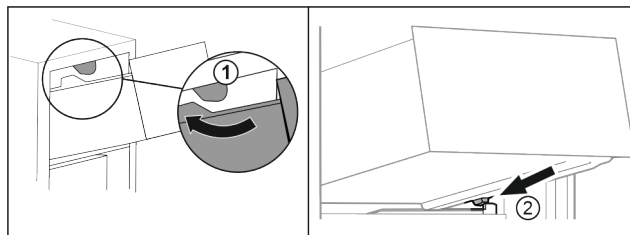

Fig. 94
- ▶ Ved'te zásuvku podél horních zářáček. Fig. 94 (1)
- ▶ Nasaďte zásuvku šikmo za dolní zářáčky na žebrování na nádoby. Fig. 94 (2)